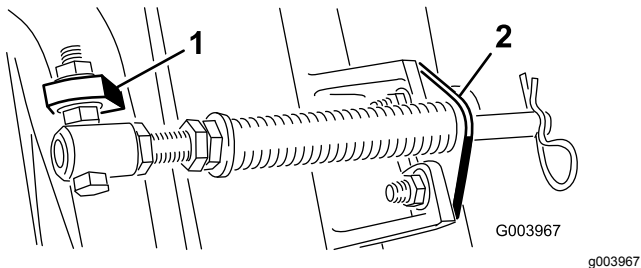

Bild 6
Hinweis: Positionieren Sie den Schraubenkopf zur Außenseite der Nase, wie in **Bild 6** dargestellt.
- D. Montieren Sie die Stangenhalterung mit den Schlossschrauben und Muttern an den Schneideeinheiten (**Bild 6**).